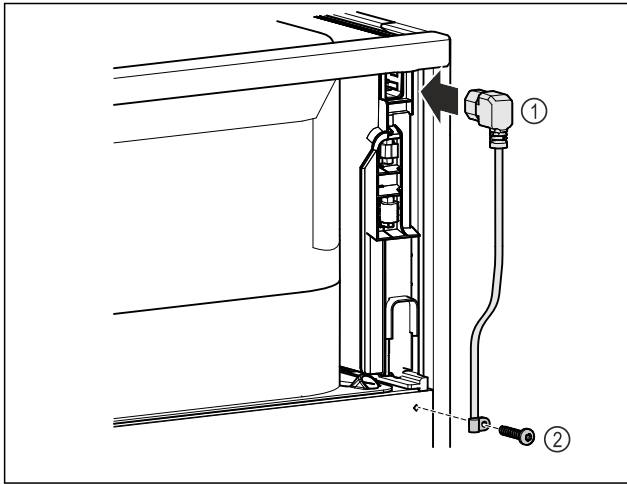

Fig. 9
- ▶ Utaknite utikač za hladnjak električnog kabela Fig. 9 (1) na stražnju stranu uređaja.
- ▶ Montirajte vlačno rasterećenje. Fig. 9 (2)